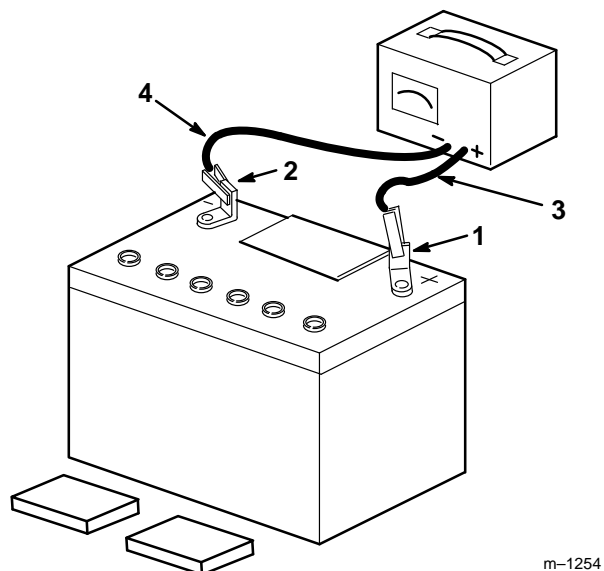

Abbildung 3
3. Bei abgenommenen Abdeckungen ein 3 bis 4 A-Batterieladegerät an die Batterieklemmen anschließen (Abb. 3). Die Batterie 4 Stunden lang bei 4 Ampere oder weniger laden (12 Volt).
4. Wenn die Batterie ganz geladen ist, das Ladegerät zuerst vom Netzanschluß und dann von der negativen und positiven Batterieklemme lösen (Abb. 3).